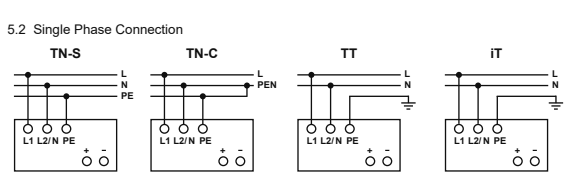

Figure 5
5.1. Input connection (Fig. 1, Fig. 5)
For AC input connections, use L1, L2/N and PE connections on the input terminal connector (see Fig. 5) to establish the 2 x 200-500Vac connection. To establish a single phase with 200-277Vac connection, N should be connected to the L2/N terminal. Fig. 5 shows the connection to the various network types.
5.1. Raccordement d'entrée (Fig. 1, Fig. 5)
Pour les connexions d'entrée CA, utilisez les raccords L1, L2/N et PE sur le connecteur de la borne d'entrée (voir Fig. 5) afin d'établir la connexion 2 x 200-500 Vca. Pour établir une phase unique avec connexion 200-277Vca, N doit être connecté au terminal L2/N. Le raccordement aux divers types de réseau est représenté à la Fig. 5.